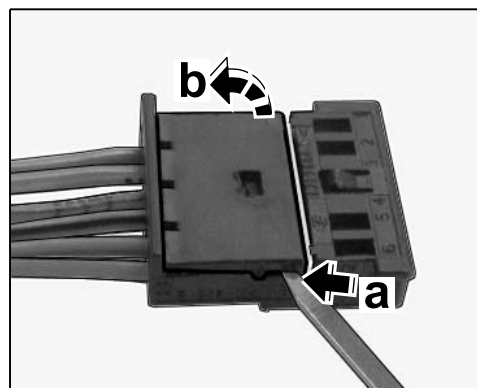

Рис. 10
2.2.1 Открыть вторичный фиксатор (⇒ *Рис. 10 -стрелка а-*) “черного” 6- или 10-контактного разъема (⇒ *Рис. 10 -стрелка b-*).